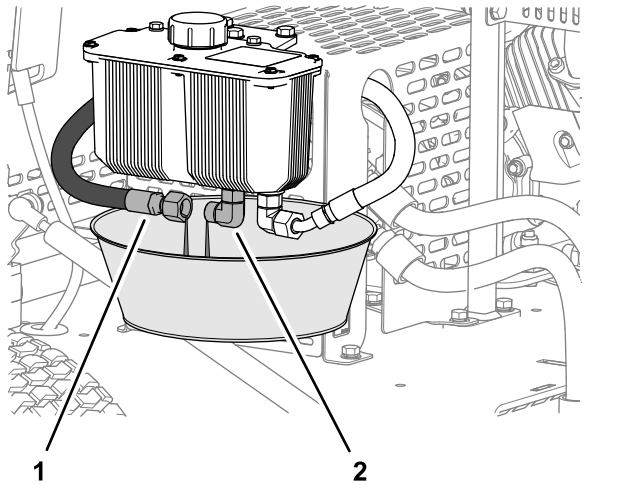

図 36
1. 容量 2 リットルほどの廃油受けを油圧オイルタンクの下に置く 図 36。
2. 油圧タンクのフィッティングについている供給ホースを外し、流れ出てくるオイルをすべて回収する 図 36。